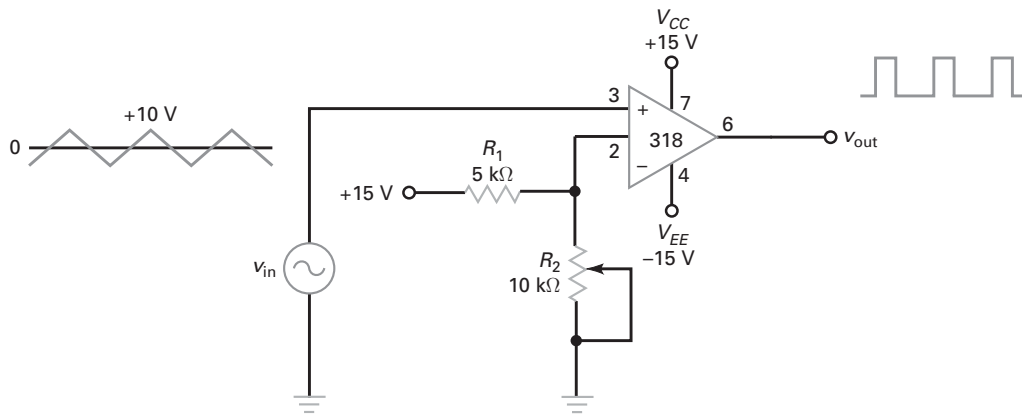

Figura 20-53
- 20-23** **III MultiSim** Qual o ciclo de trabalho na Figura 20-53 quando o cursor estiver na parte superior? Qual o ciclo de trabalho quando o cursor estiver na parte inferior?
- 20-24** **III MultiSim** Qual o ciclo de trabalho na Figura 20-53 quando o cursor estiver na metade do percurso?